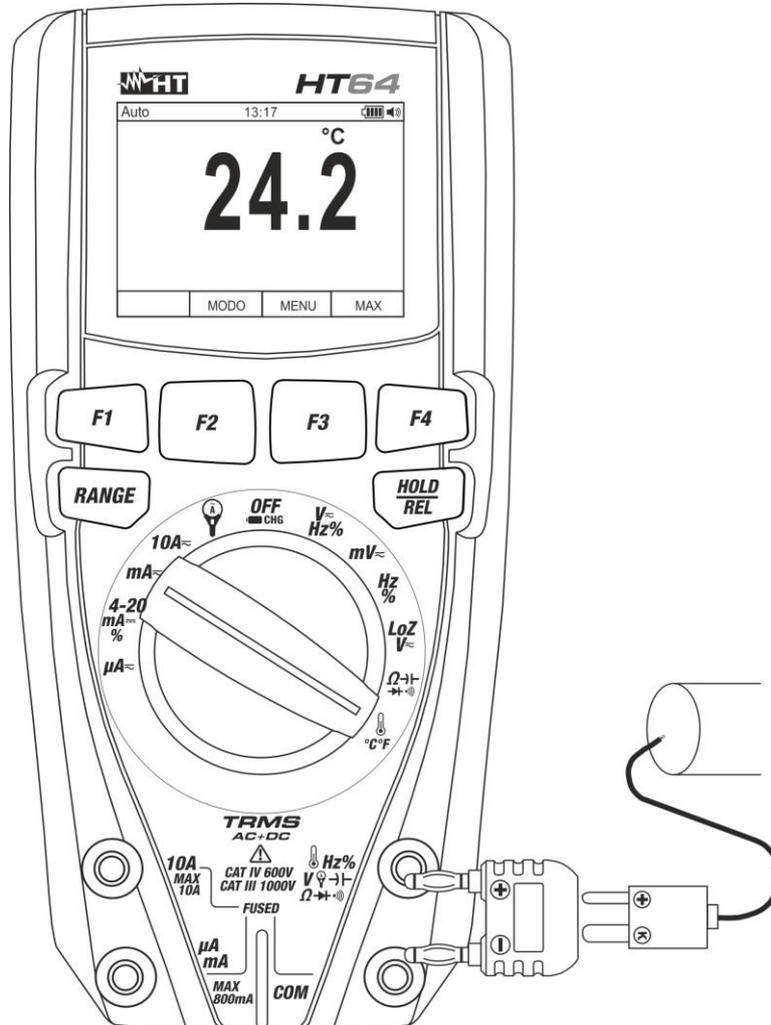

Fig. 29: Uso del instrumento para medida de Temperatura
3. Inserte el adaptador en dotación en los terminales de entrada Hz% V → I Ω → (•) (polaridad +) y **COM** (polaridad -) (vea Fig. 29)